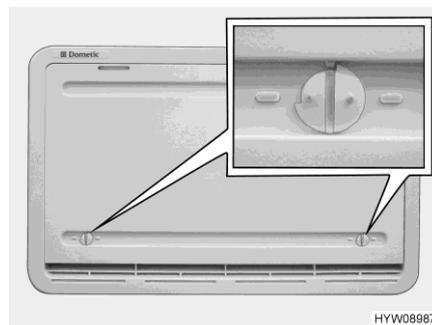

Fig. 144 Protection hivernale
Quand le réfrigérateur doit être utilisé à basses températures extérieures, le fabricant recommande d'employer une protection hivernale (Fig. 144) pour ses grilles d'aération du réfrigérateur.
- Ouvrir les deux dispositifs de verrouillage (Fig. 144) (la rainure est à l'horizontale).